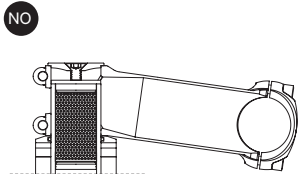

Fig. 5.2.3
**IMPORTANTE:** Se il collarino dell'attacco chiude su una zona dove non è presente l'expander, tenderà a ovalizzare e intagliare il canotto in carbonio della forcella fino a causare gravi incidenti per l'utilizzatore. Il canotto infatti potrebbe rompersi improvvisamente sotto sforzo! (Fig. 5.2.3).